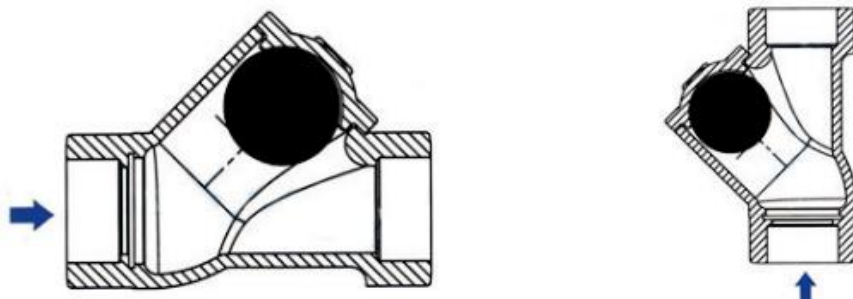

Рис.2 Пространственные положения установки обратного шарового клапана.
- 4.4. Обратный клапан может устанавливаться на вертикальном, наклонном и на горизонтальном участках трубопровода, в положениях, показанных на Рис.2. Все остальные пространственные ориентации недопустимы!